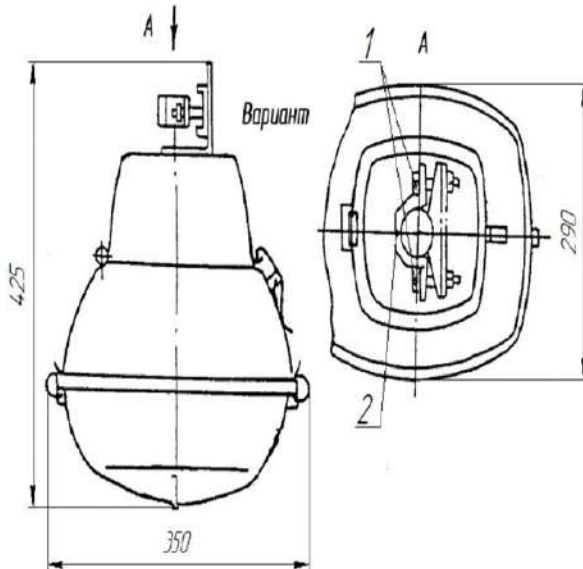

Рисунок 3 – модификация 005 – крепление на трубу
Светильники модификации 005 (рисунок 3): светильник устанавливается на трубе кронштейна опоры Ø48 мм при помощи крепежной скобы, которая закрепляется двумя болтами (1), и стопорят болтом (2), резьбовая часть которого должна войти в отверстие Ø10 мм (перед установкой необходимо просверлить на брус отверстие Ø10 мм).